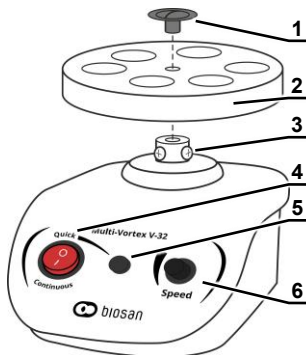

Рисунок 2.
- С помощью плоской отвёртки открутите чёрный винт по центру платформы (рис. 2/1) и вытащите его вместе с шайбой.
- С помощью крестовой отвёртки ослабьте два винта крепления (рис. 2/3) на роторе под платформой.
- Снимите и замените платформу (рис. 2/2), закрепите платформу в обратном порядке.
6.4.1. Переведите переключатель (рис. 2/4) в положение **I (Continuous)**.
6.4.2. Ручкой **Speed** (рис. 2/6) установите желаемую скорость перемешивания.
6.5.1. Переведите переключатель (рис. 2/4) в положение **O (Quick)**.
6.5.2. Ручкой **Speed** (рис. 2/6) установите желаемую скорость перемешивания.
6.5.3. Надавите пробиркой на головку и нажмите кнопку **Quick** (рис. 2/5) и держите для вортексирования. При отпускании кнопки ротор останавливается.